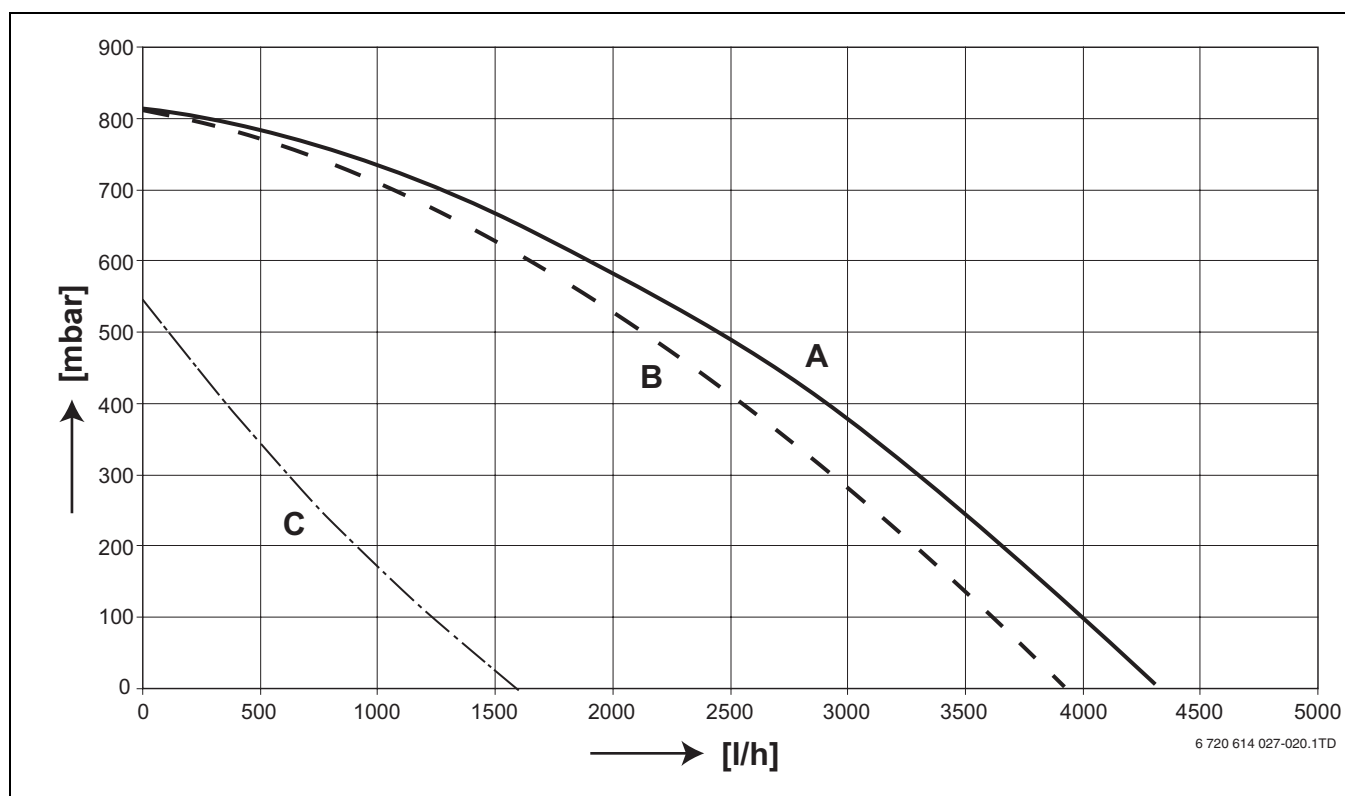

Fig. 20 Prevalenza residua dietro il gruppo di collegamento (UPER 25-80) - con e senza valvola unidirezionale
- ▶ Per il calcolo del diametro del tubo di mandata e di ritorno osservare la prevalenza residua dietro il gruppo di collegamento con portata minima necessaria (→ tab. 4 e fig. 20, pag. 14). I diametri minimi del tubo di mandata e di ritorno sono 1½" o Ø 35 mm.